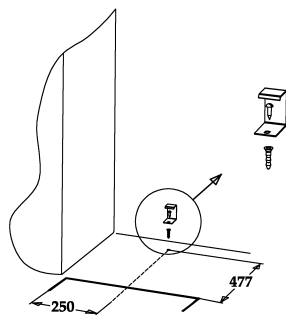

Figura 2
- așezați aragazul la locul destinat, însemnați pe pardoseală linia peretelui din față și dimensiunile în lățime, după cum se menționează în Figura 2